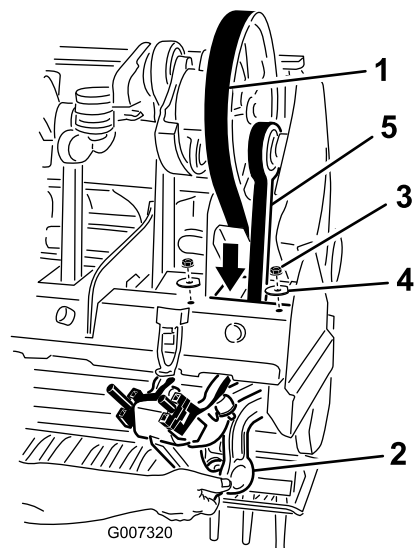

Figure 39
5. Desserrez et enlevez les deux 2 contre-écrous et rondelles de fixation de l'amortisseur Rotalink du bras d'aération n° 1 (Figure 39).
7. Faites passer la courroie d'entraînement à travers le cadre de la tête d'aération et autour de l'extrémité inférieure du bras d'aération n° 1 (Figure 39)